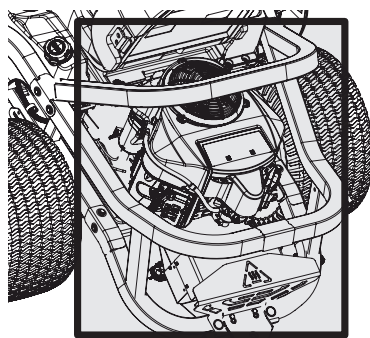

Figura 29
- Mantenga ambos lados de las ranuras de enfriamiento de la transmisión, el colector de escape, alrededor de los fusibles, todo el cableado y los arneses de cables, el tubo del silenciador, el protector del silenciador, los filtros de admisión del motor y las aletas de refrigeración, etc. libres de residuos de pasto y hojas (Figura 29).